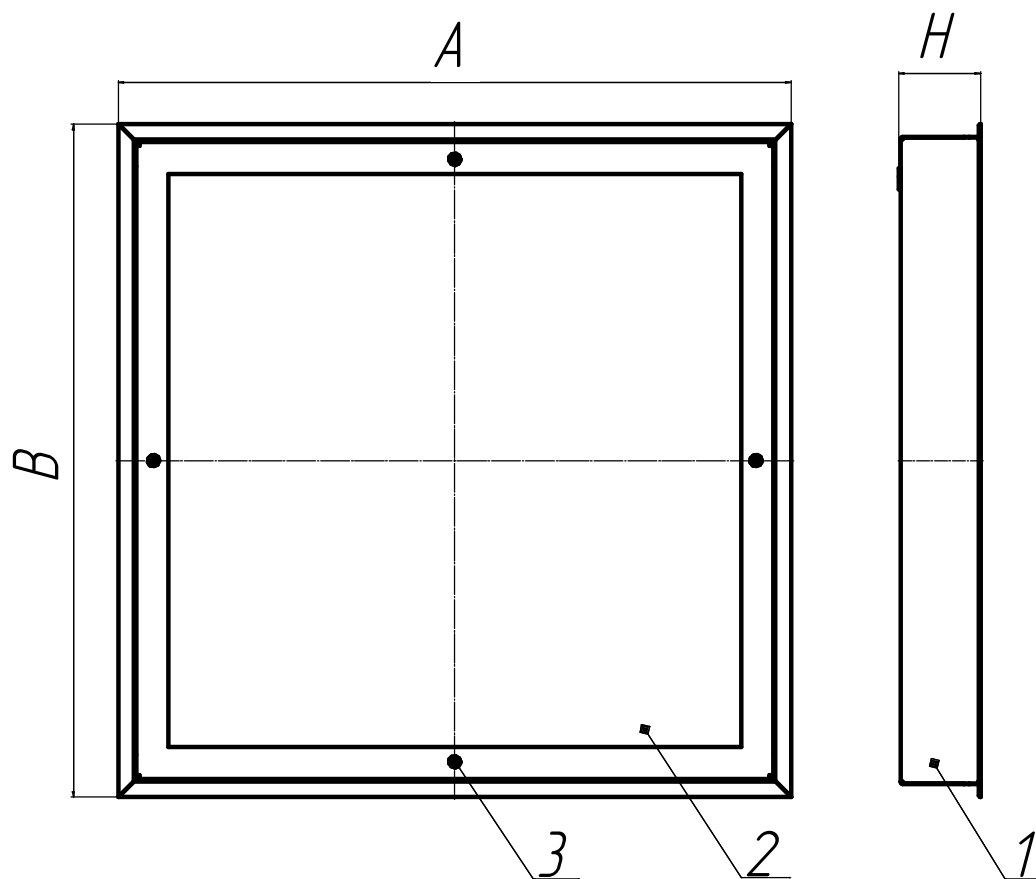

Рисунок 1 - Светильник ДВО15
6.3 Снимите обечайку в сборе (поз.2) рисунок 1, предварительно открутив 4 винта (поз.3).
6.11 Установите обечайку в сборе (поз.2) рисунок 1, на корпус в сборе (поз.1), предварительно закрутив 4 винта при помощи отвертки (поз.3).